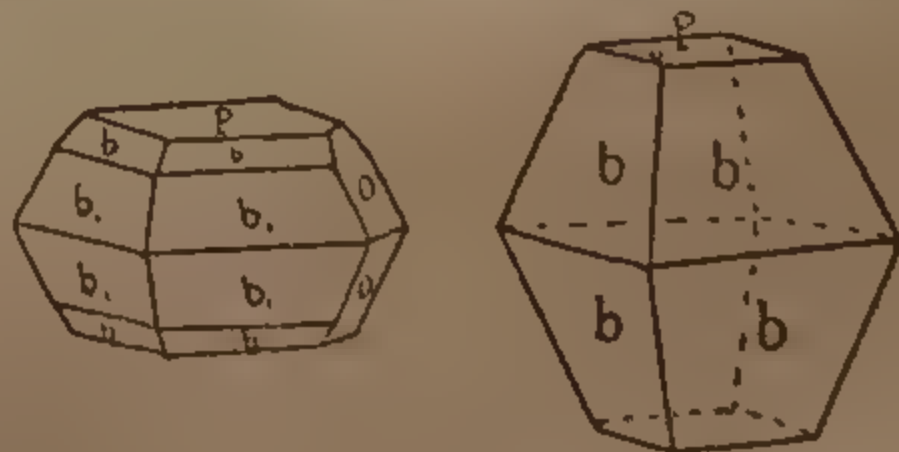
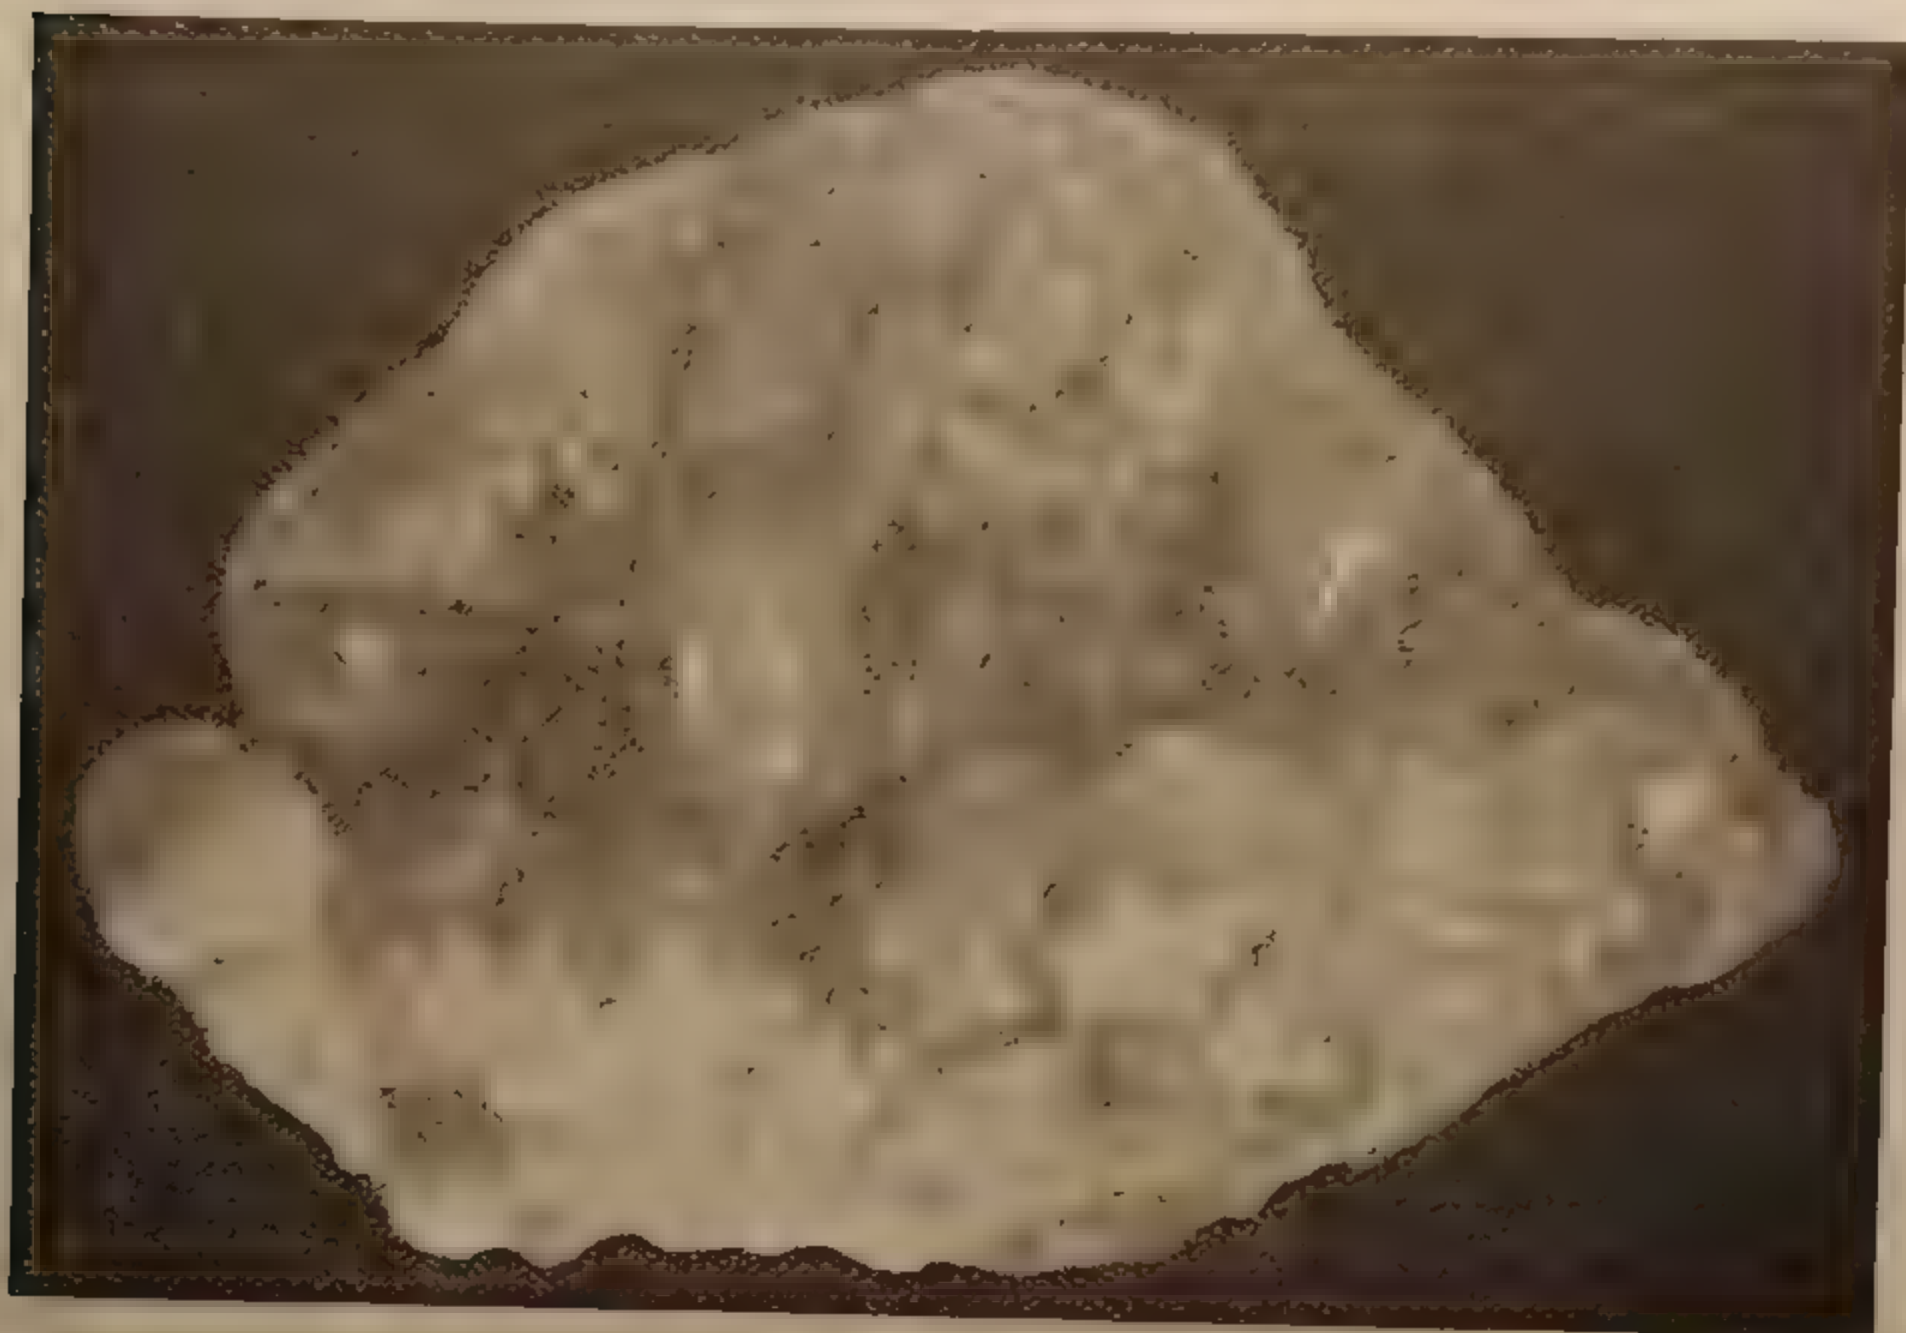

FIG. 95. - Due cristalli tipici di solfo. (bb, facce di bipiramidi rombiche; o facce di prisma; P pinacoide).
FIG. 96. - Gruppo di cristalli di solfo della Sicilia.
**PROPRIETÀ FISICHE E CRISTALLOGRAFICHE.** — Il solfo nativo si trova in cristalli del sist. *rombico*, per lo più formati da una o due bipiramidi rombe coi vertici troncati dal pinacoide basale, e talora combinate con le facce di un prisma (fig. 95): i cristalli possono essere voluminosi di color giallo citrino, talora un po' bruno-rossicci, limpidi con lucentezza resinosa adamantina (fig. 96, vedi Tav. I, fig. 6). Più spesso si hanno ammassi compatti granulari opachi o impregnanti rocce.